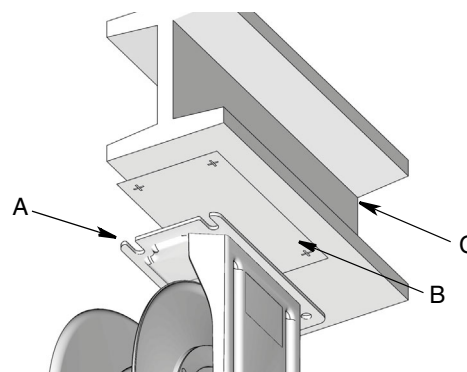

FIG. 9
2. Utilisez le gabarit de montage (FIG. 9 - B) pour agencer la position des orifices de montage avant de percer
3. Percez les orifices de montage dans la poutrelle en I (C) (FIG. 9).